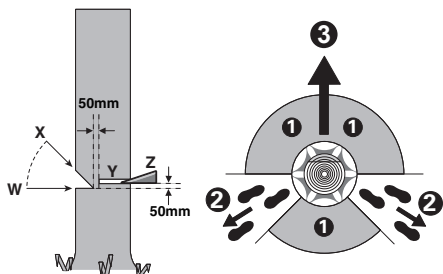

Figura 1
Antes de abater, deveria planejar um caminho de fuga e se necessário abrir um caminho. O caminho de fuga deve estender-se para trás e na diagonal para a parte traseira da linha de queda esperada, conforme ilustrado na Figura 1.
Realize o entalhe em 1/3 de diâmetro da árvore, perpendicularmente à direção da queda, conforme ilustrado na Figura 1. Primeiro fazer o corte horizontal inferior (W). Desta forma evita-se que a corrente de serra ou o carril de guia emperre ao fazer o segundo corte (X).
Realize o corte (Y) traseiro de abate a pelo menos 50 mm mais alto do que o corte de entalhe horizontal, conforme ilustrado na Figura 1. O corte de abate deve ser executado paralelamente ao corte horizontal da boca. O corte de abate só deve ser feito de modo que ainda permaneça uma parte não cortada (dobradiça) entre a linha de abate e a boca. A dobradiça evita que a árvore possa virar e tombar para o lado errado. Não cortar a dobradiça. Aproximando-se da dobradiça, o corte de abate deveria provocar a queda da árvore. Se houver risco de a árvore tombar numa direção não desejada,